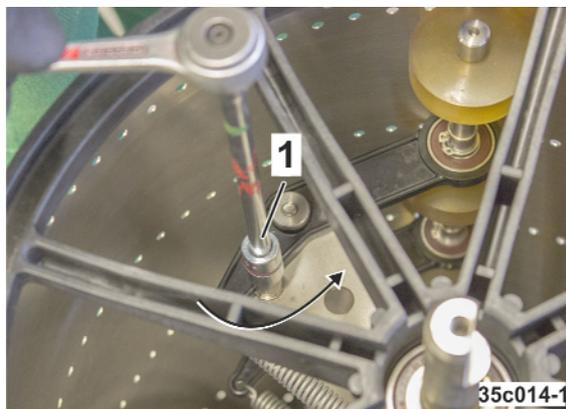

Fig. 333
3. Entlastungsbolzen (Fig. 333/1) ca. eine halbe Umdrehung weiterdrehen